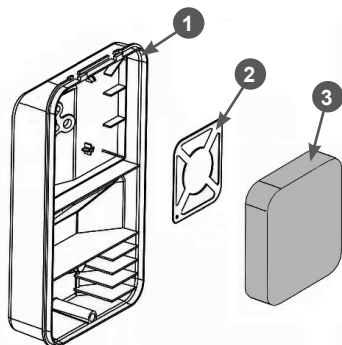

Рис. 16. Обслуживание воздушного фильтра
2. Извлеките из корпуса 1 фильтрующий элемент 3 и сепаратор 2 (Рис. 16).